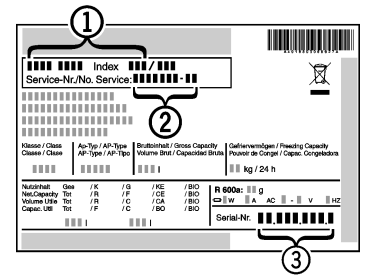

Fig. 10
▶ Relever la désignation de l'appareil *Fig. 10 (1)*, le n° de service *Fig. 10 (2)* et le n° de série *Fig. 10 (3)* sur la plaquette signalétique. Cette plaquette se trouve sur la paroi intérieure gauche de l'appareil.
- ▶ Informer le S.A.V. et lui communiquer la panne, la désignation de l'appareil *Fig. 10 (1)*, le n° de service *Fig. 10 (2)* et le n° de série *Fig. 10 (3)*.